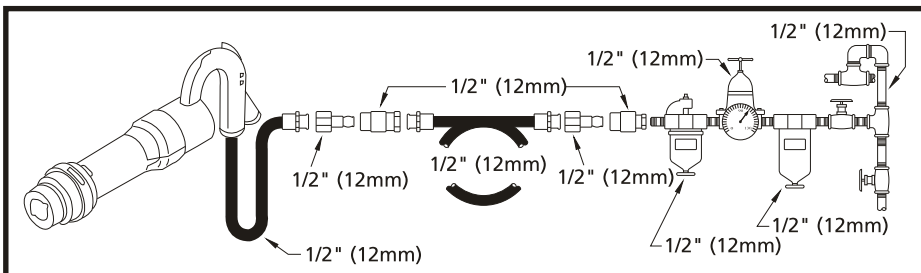

Figure 2 - Configuration recommandée de la conduite d'alimentation en air
2. Cet outil doit être alimenté en air pur et sec à une pression de 620 kPa. Une pression plus élevée entraînerait une usure nettement plus rapide. Reliez l'outil à la ligne d'air en utilisant la conduite, le tuyau et les raccords dans les dimensions indiquées dans Figure 2.
N'utilisez jamais d'attaches rapides sur l'outil. Reportez-vous Figure 2 d'installation.